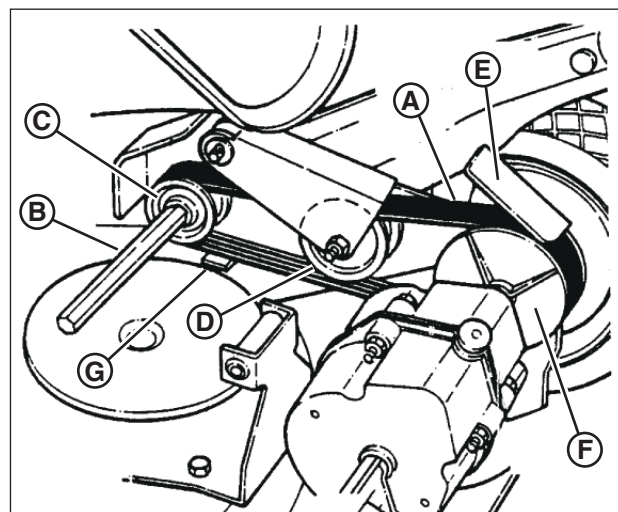

Figura 35: Encaminamiento de la correa Poly-V
3. Coloque la nueva correa Poly-V (**A**, **Figura 35**) sobre el extremo del eje hexagonal (**B**) y en la polea de transmisión (**C**).